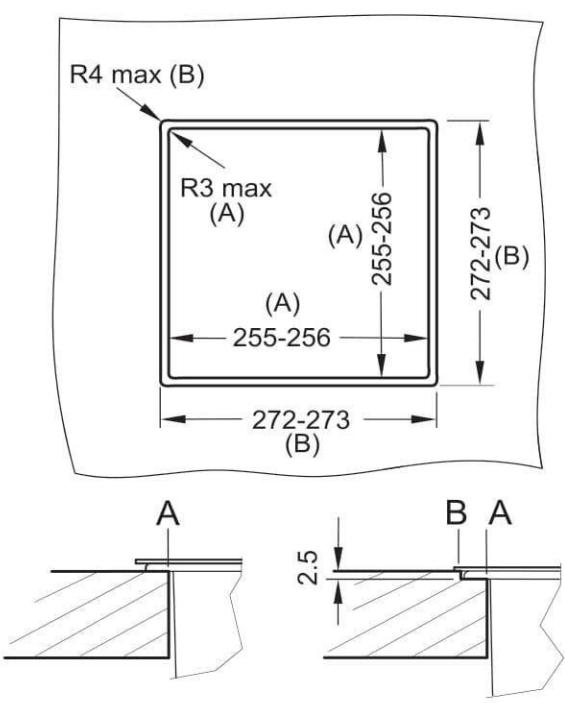
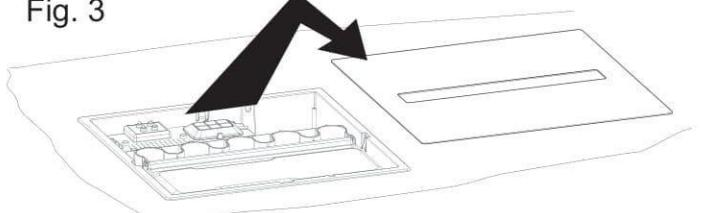
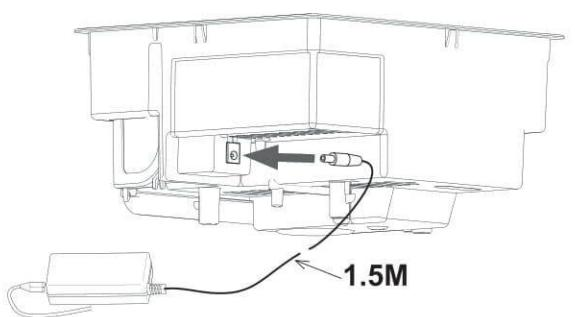

Fig. 3
Fig. 4
Fig. 5
Съемное металлическое основание открывает доступ к средствам управления, резервуару для воды, заслонке клапана, поддону и преобразователю (см. рис. 3). Входной разъем питания (24 В) расположен на задней части устройства. Подключите штекер питания к этому входному разъему (см. рис. 4). При монтаже устройства в составе мебельного гарнитура необходимо проделать техническое отверстие диаметром 16–20 мм, чтобы обеспечить подключение источника электропитания. Для этой цели также можно использовать вентиляционное отверстие. Вставьте кабель питания в блок питания. (Не подключайте штекер питания к электросети, если устройство не готово к эксплуатации.) В основании устройства предусмотрены два отверстия, служащие для фиксации на винтах (см. рис. 5 и 5a). Крепежные винты не входят в комплект поставки.
1. Поднимите металлическое основание и аккуратно поставьте его на поверхность стола - (см. рис. 3).